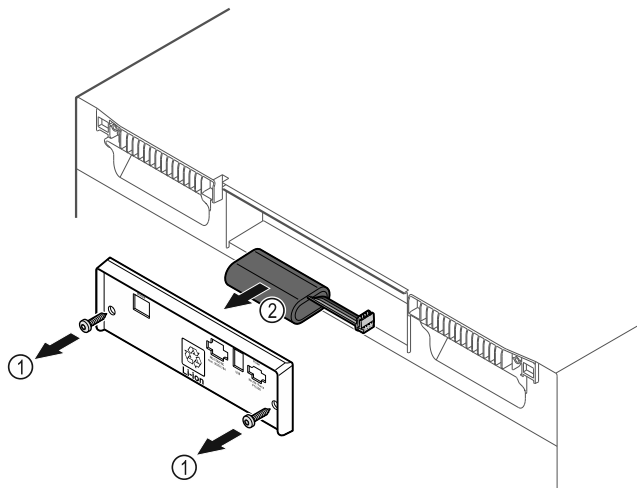

Fig. 174
- Vyšroubujte šrouby a odstraňte kryt na zadní straně spotřebiče Fig. 174 (1).
- Odpojte a vyjměte baterii Fig. 174 (2).